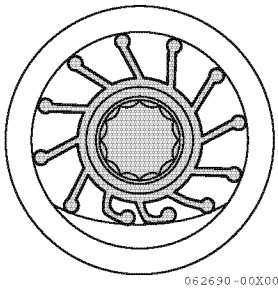

Figure 9
4. Pour l'installation de la turbine, la position des pales de la turbine est présentée dans le schéma de droite. (**Figure 9**)